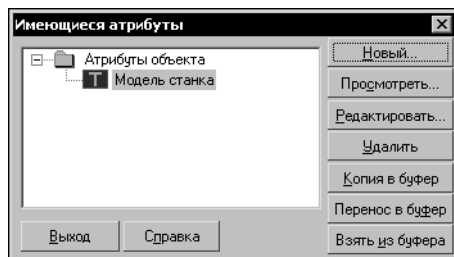

Рис. 63.1. Диалог работы с атрибутами объекта
2. Вызовите команду **Сервис — Атрибут...** На экране появится диалог работы с атрибутами объекта (рис. 63.1).
2. Вызовите команду **Сервис — Атрибуты...** На экране появится диалог работы с атрибутами (рис. 63.1).
Операции с атрибутами геометрических объектов производятся в диалоге (рис. 63.1), вызываемом командой **Сервис — Атрибуты...**